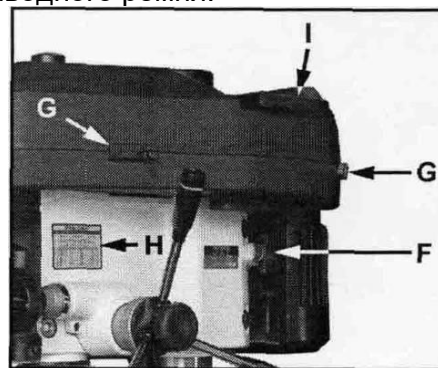

Рис.10
Сдвиньте два замка крышки (G, Рис.10), сдвиньте заслонку (I).
Сдвиньте два замка крышки (G, Рис.10) и заслонку (I).